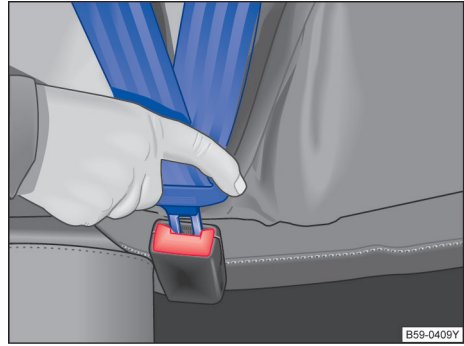

图 28 安全带锁扣和插口
- 将锁舌插入所属座椅的安全插锁扣内，下压，直至听到啮合声 → 图 28。安全带锁舌被锁扣锁止。